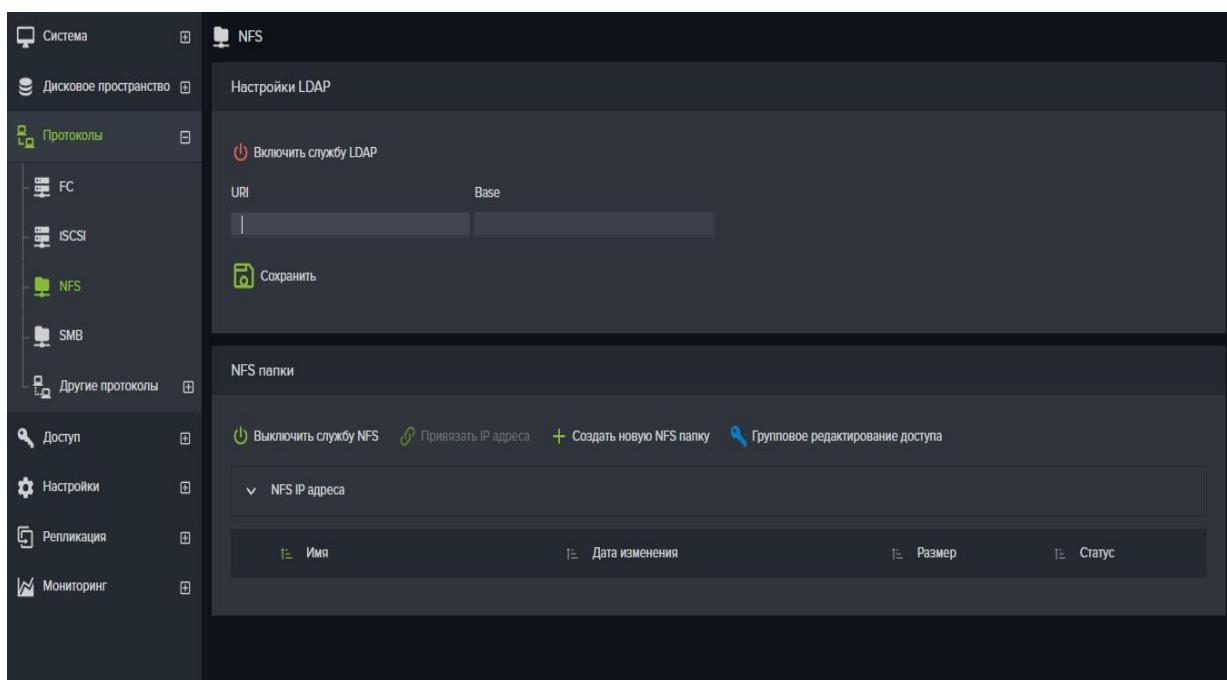

Рисунок 14. Статус службы NFS
1. Разверните содержимое пункта меню «Протоколы» и выберите нужную службу из списка. В основной области окна появится название выбранной службы и информация о текущих настройках. (см. Рисунок 14);